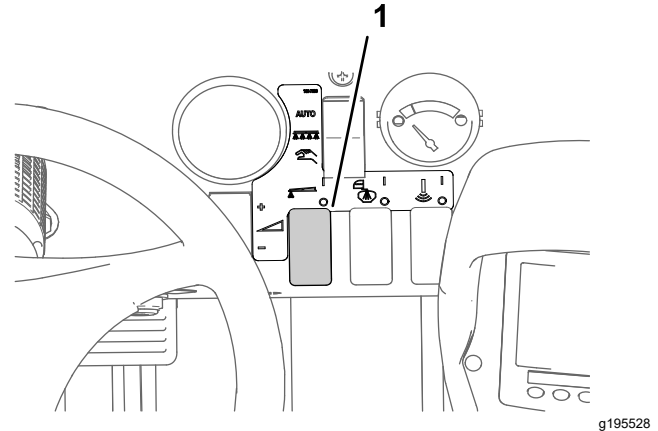

Figure 44
- Utilisez la commande de débit de pulvérisation pour obtenir la pression de pulvérisation voulue comme indiqué dans le guide de sélection des buses fourni avec le pulvérisateur (Figure 44).